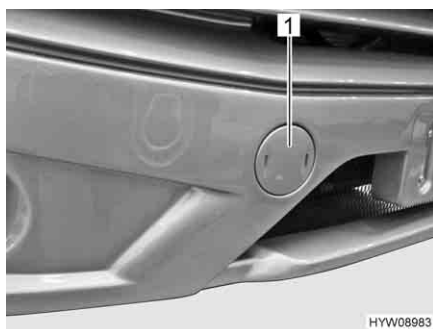

Fig. 31 Copertura (alloggiamento dell'occhione di traino)
- Rimuovere la copertura (Fig. 31,1) mediante un cacciavite.